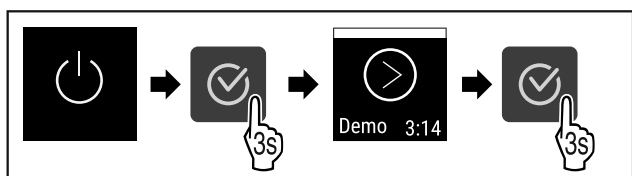

Fig. 63
▶ Handlungsschritte (siehe Fig. 63) durchführen.